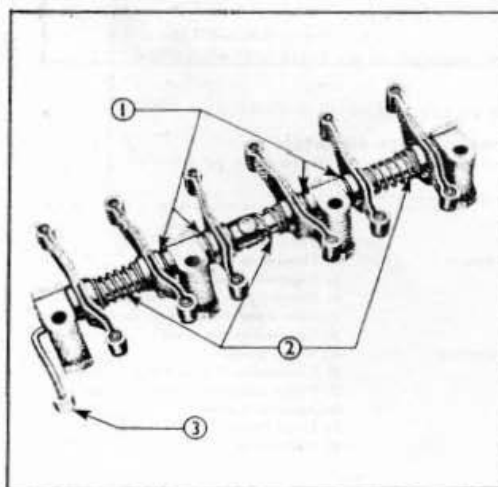

Fig. 2 = Ensemble rampe de culbuteurs
1. Fixer, dans l'ordre voulu, les supports de fixation, les ressorts d'entretoises, les entretoises, les culbuteurs et le conduit d'alimentation d'huile, suivant Fig. 2, en s'assurant bien que les trous de goujons des supports de fixation de la rampe se trouvent sur la gauche quand on regarde de face (extrémité opposée au conduit d'alimentation d'huile). Les culbuteurs ont un sens et ils doivent être positionnés vers la gauche ou vers la droite comme le montre la Fig. 2.